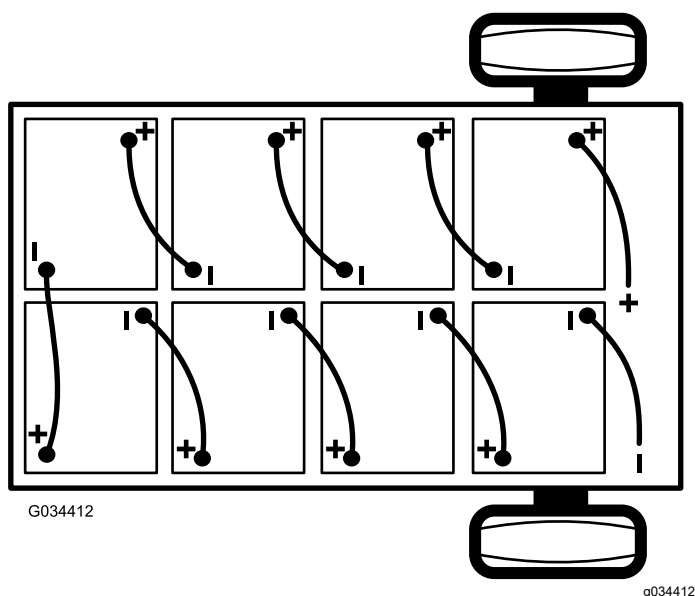

図 40
2. バッテリーと車体のアース端子を接続しているメインのマイナスケーブル黒を、バッテリーから外す **図 40**。
3. バッテリーと車体のメインコンタクトとを接続しているメインのプラスケーブル赤を、バッテリーから外す 図 40。
**注** バッテリーを新しく積み込む場合には、極性に十分注意してください 図 40。
6. 図 40 に示すように、1 で外した中間接続ケーブルを使ってバッテリーを相互に接続する。
2. 車体に接続されているメインのプラスケーブル赤を、バッテリーに接続する 図 40。
3. 車体のアース端子に接続されているメインのマイナスケーブル黒を、バッテリーに接続する 図 40。